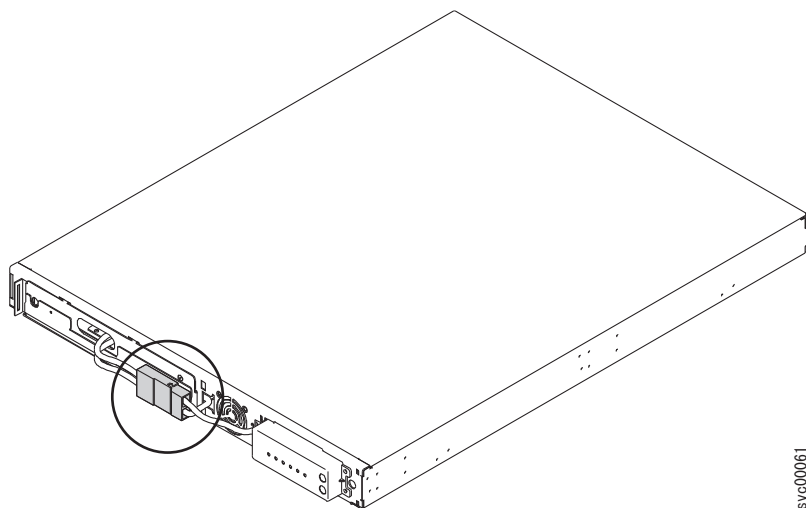

図 312. 2145 UPS-1Uの内部バッテリー・コネクタ
6. 図 312 の円内に示すように、内部バッテリー・コネクタを切り離します。